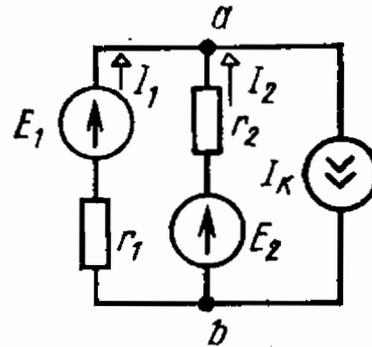

Рис. 1.46
1.46. Определить токи в схеме рис. 1.46, если $E_1 = 11$ В, $E_2 = 2$ В, $r_1 = 1$ Ом, $r_2 = 2$ Ом и $J_k = 3$ А.